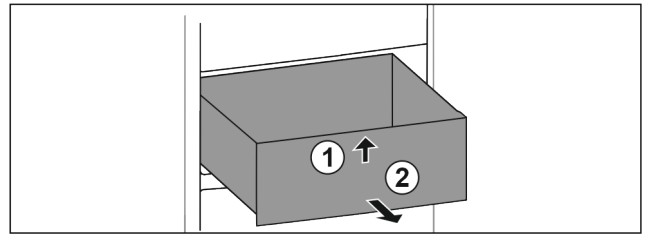

Fig. 54
- ▶ Повдигнете чекмеджето отпред. Fig. 54 (1)
- ▶ Извадете чекмеджето напред. Fig. 54 (2)